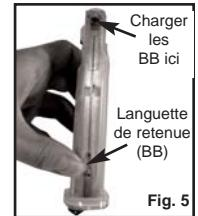

Fig. 5
- Trouvez la languette de retenue des BB (Fig.5) sur le devant du chargeur. Tirez la languette vers le bas puis vers la gauche jusqu'à ce qu'elle s'enclenche.